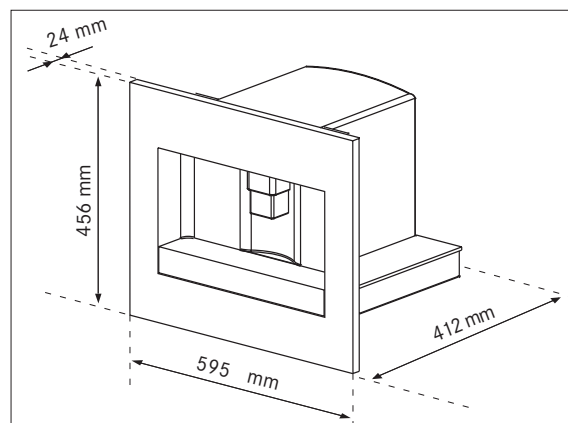

Рис. 1
- ▶ Проверьте минимальные размеры, требуемые для правильной установки прибора (Рис. 1, 2 и 3).